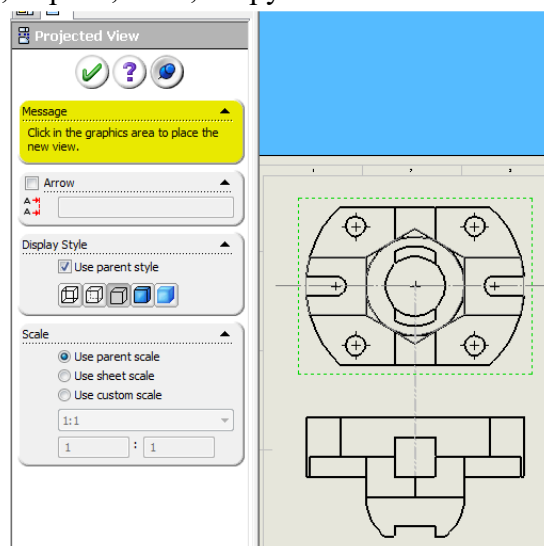

Рис. 74. Проекційний вид
6. Після того як ви створите перший вид, відразу запуститься інструмент **ПРОЕКЦІЙНИЙ ВИД (PROJECTED VIEW)** (рис. 74). Відвівши мишку вліво, вправо, вниз, вгору ви побачите новий вид, що проекційно зв'язаний з попереднім. Для розриву проекційного зв'язку потрібно натиснути і тримати клавішу **CTRL**. Якщо відвести мишку по діагоналі, то система запропонує відповідний аксонометричний вид. Відведіть мишку вгору і нажміть ліву клавішу. Створено новий проекційний вид, аналогічно створіть вид зліва, відвівши вправо мишку від другого виду (виду зверху). Для цього закрийте поточну команду і знову запустіть.